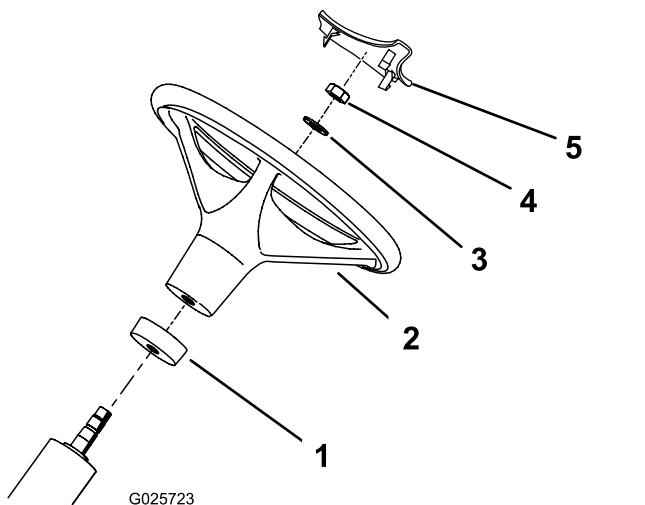

Рисунок 3
- Наденьте кольцо из пеноматериала на рулевой вал концом меньшего диаметра вниз (Рисунок 3).
- Наденьте рулевое колесо на рулевой вал (Рисунок 3).
- Закрепите рулевое колесо на рулевом валу с помощью шайбы и стопорной гайки (Рисунок 3).
- Вдавите крышку рулевого колеса на штатное место на рулевом колесе (Рисунок 3).